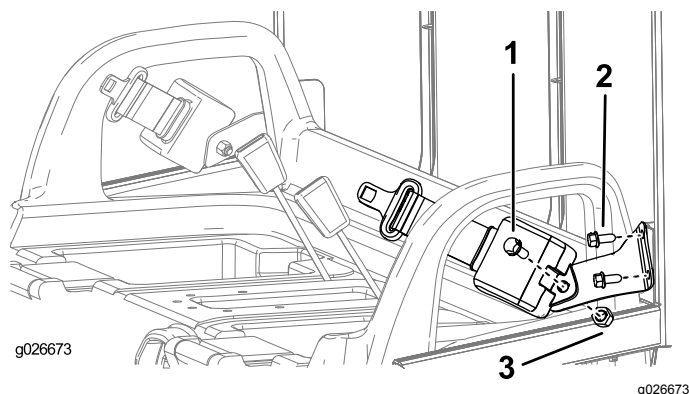

Figura 8
1. Montate una staffa della cintura di sicurezza su ciascuna linguetta del sistema di protezione antiribaltamento con 2 bulloni (3/8"), come illustrato in Figura 8.
3. Montate l'estremità retrattile di ciascun gruppo della cintura di sicurezza su ciascuna staffa di ancoraggio della cintura di sicurezza con un bullone (7/16") e un dado (7/16"), come illustrato in Figura 8.